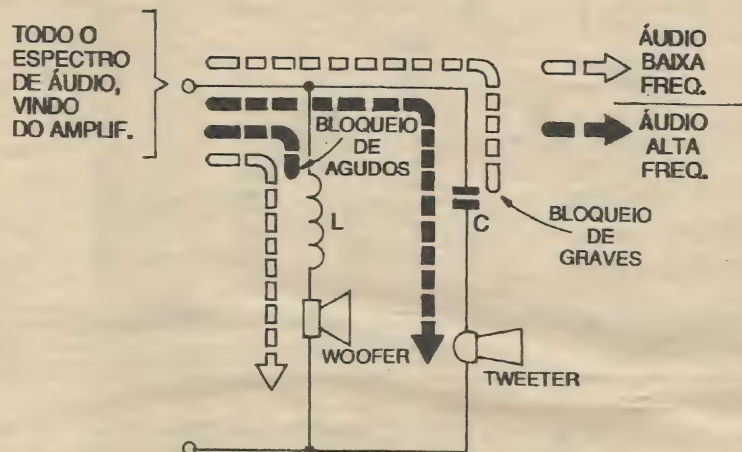

Fig.3
- FIG. 3 - O DESVIO E O ENCAMINHAMENTO DAS FREQUÊNCIAS, EFETUADO POR CAPACITORES E INDUTORES... - Vocês, leitores/*alunos* já aprenderam, nas distantes *Aulas 2 e 4* do ABCDE, as características e propriedades dos capacitores e indutores... Entretanto, tais componentes também apresentam inerentes e interessantes propriedades com respeito à **frequência** dos sinais a que são submetidos, ou que por eles transitam num circuito ou arranjo...! Observem, então, a FIG. 3 e considerem o seguinte:
efeitos da REATÂNCIA CAPACITIVA e REATÂNCIA INDUTIVA, usando-se alguns arranjos mais ou menos padronizados (como os da FIG. 3) não é difícil promover a separação das tonalidades extremas, graves e agudos... Ainda lembrando que com os indutores e capacitores podemos tanto bloquear quanto *desviar* certas faixas específicas de frequência, observem a seguir como redes específicas para as tonalidades **médias** também podem ser estabelecidas: